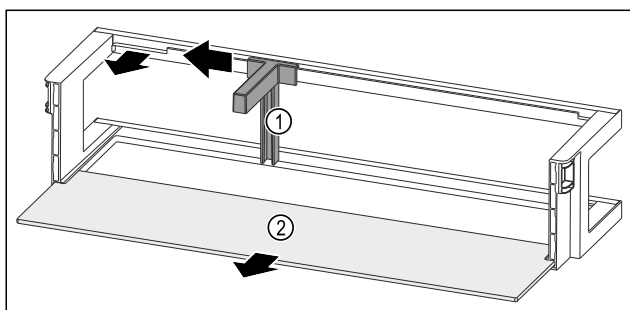

Fig. 265 Türabsteller mit Flaschenhalter und Abstellfläche
- Flaschenhalter Fig. 265 (1) bis zur Aussparung zur Seite schieben.
- Flaschenhalter Fig. 265 (1) entnehmen.
- Abstellfläche Fig. 265 (2) entnehmen.